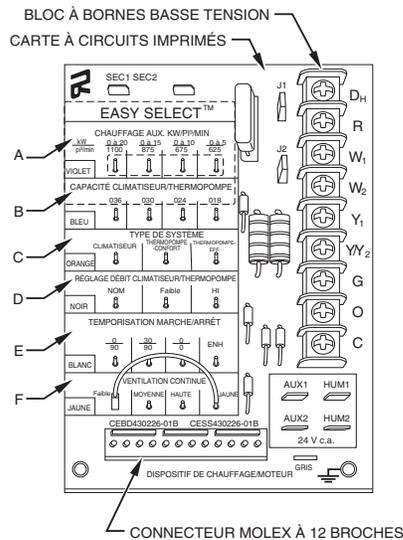

Fig. 17 - Détail sur les connexions de la carte de circuit imprimé FV4C
L'installateur utilise les prises Easy Select™ pour configurer un système. Le moteur ECM utilise les prises sélectionnées pour modifier son fonctionnement conformément à un tableau de débits d'air préprogrammés. (Consultez les figures 3 et 4.) Les débits d'air sont basés sur la capacité des systèmes ou sur leur mode de fonctionnement et ils se modifient en réponse à d'autres conditions telles que la nécessité d'une déshumidification. (Consultez les figures 17 et 18.)
L'installateur doit sélectionner le débit d'air de chauffage auxiliaire approuvé pour la capacité en kW des applications dotées du dispositif de chauffage installé. Si aucun dispositif de chauffage n'est installé, vous pouvez ignorer cette étape. Chaque broche de sélection est identifiée par une plage de dispositifs de chauffage pour lesquels le débit d'air (également indiqué) est approuvé. Pour un confort optimal, sélectionnez la plage de puissance (kW) la plus étroite correspondant à celle du dispositif de chauffage, p. ex., 0 à 10 pour un dispositif de chauffage de 10 kW. Pour garantir un fonctionnement sûr et sans interruption, le débit d'air doit être supérieur au débit minimal du dispositif de chauffage électrique pour la capacité du système installé. (Consultez les tableaux 5 et 6 pour les détails sur la distribution du débit d'air et le débit minimal.) Notez que le débit d'air indiqué est le débit d'air fourni en mode chauffage d'urgence et en mode chauffage sur les climatiseurs lorsque le chauffage électrique est la source de chauffage primaire. En mode chauffage par thermopompe lorsque les dispositifs de chauffage électrique sont alimentés, le moteur ECM fournira le débit d'air le plus élevé entre le débit d'air de chauffage de la thermopompe et le débit d'air du dispositif de chauffage électrique, afin de garantir un fonctionnement sûr du dispositif de chauffage. La sélection en usine est la plus grande plage autorisée du dispositif de chauffage. (Consultez la figure 17, tel qu'indiqué par A.)
Le réglage d'usine de la capacité du climatiseur ou de la thermopompe est celle de l'appareil extérieur de plus grande capacité prévu pour le modèle de ventilo-convecteur acheté. L'installateur doit sélectionner la capacité du climatiseur ou de la thermopompe de façon à s'assurer que le débit d'air distribué se trouve dans la plage de capacité appropriée pour l'appareil installé. Ceci s'applique à tous les modes de fonctionnement, à l'exception des modes de chauffage électrique. (Consultez la figure 17, tel qu'indiqué par B.)
3. HP-EFF (THERMOPOMPE-EFF) — Ce réglage fournit le même débit d'air pour les modes de chauffage et de refroidissement pour augmenter l'efficacité de la thermopompe, soit environ 350 pi³/min par tonne. Le réglage usine est AC (CLIMATISEUR). (Consultez la figure 17, tel qu'indiqué par C.)
HI (Élevée) fournit un débit d'air supérieur de 15 % à la capacité nominale sélectionnée de l'appareil et le réglage LO (Faible) fournit un débit d'air inférieur de 10 % à la capacité nominale sélectionnée de l'appareil. Les options de réglage sont fournies pour régler le débit d'air pour répondre aux besoins de chaque installation en matière de bruit, de confort et d'élimination de l'humidité. (Consultez la figure 17, tel qu'indiqué par D.)
Quatre profils de temporisation de fonctionnement du moteur sont prévus pour personnaliser et optimiser le fonctionnement du système. (Consultez la figure 17, tel qu'indiqué par E.) Les options de sélection sont :
1. Vitesse faible (LO) – réglage d'usine, 50 % du débit d'air en mode climatisation.
3. Haute vitesse (HI) – branchez le connecteur sur HI (100 % du débit d'air en mode de refroidissement). (Consultez la figure 17, tel qu'indiqué par F.)
La configuration suivante du ventilo-convecteur est celle recommandée pour optimiser les capacités de contrôle d'humidité, de chauffage et de refroidissement de l'air : (Consultez la figure 17.)
7. Si le ventilo-convecteur est installé avec des dispositifs de chauffage compatibles avec un étagement Intelligent, retirez le cavalier J2. (Consultez la figure 17.)
Les bornes AUX et HUM de la carte Easy Select du ventilo-convecteur sont reliées directement à la borne G et fournissent un signal de 24 V c.a. lorsque la borne G est alimentée. (Consultez les figures 17 et 18.) Durant les modes Super Dehumidify et SuperComfort / Perfect Heat, le signal G est absent et les bornes auxiliaires ne sont pas alimentées. Si l'installation comporte ces modes de fonctionnement, n'utilisez pas ces bornes pour commander les accessoires. Consultez les sections relatives au purificateur d'air électronique et à l'humidificateur pour obtenir de plus amples renseignements.